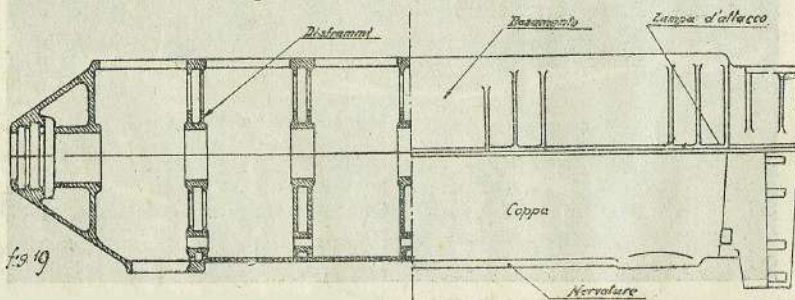
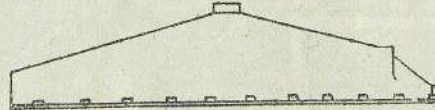

Fig. 19
Fig. 20
**BASAMENTO** — Il basamento è la intelaiatura del motore ed è munito di sporgenze chiamate *zampa di attacco* che servono per fissarlo ai lungheroni porta motore dell'apparecchio (fig. 19).
La coppa può avere il fondo piano (fig. 19) o inclinato verso il centro del motore (fig. 20) e ciò per raccogliere l'olio con qualunque posizione dell'aeroplano.